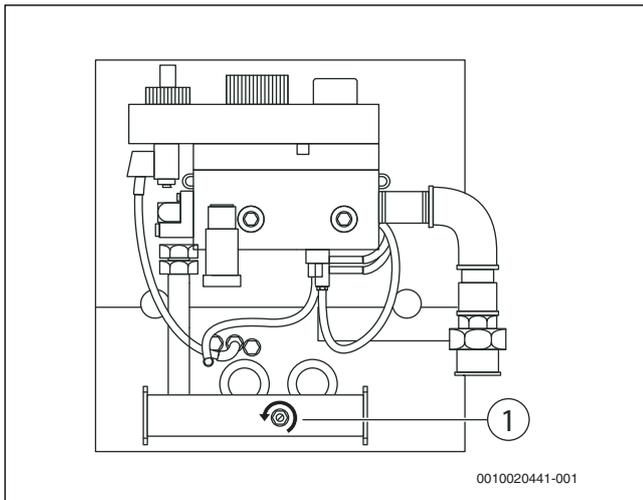

Bild 23 Schraube herausdrehen
- ▶ Schraube im Messnippel für Düsendruck ca. eine Umdrehung herausdrehen (→ Bild 23, [1]).